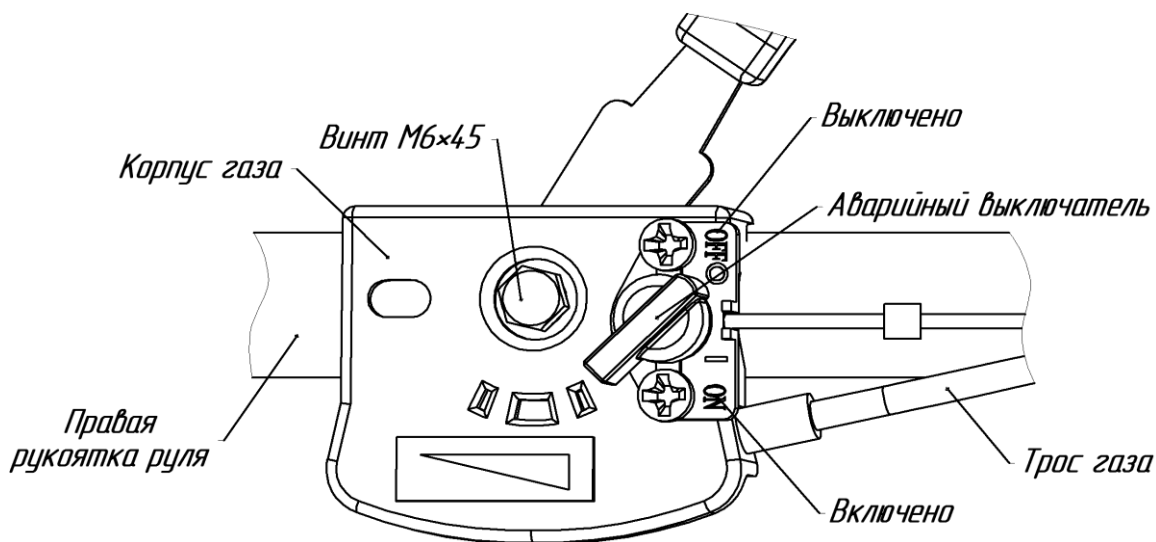

Рис.10 Механизм управления дроссельной заслонкой (газом) двигателя.
- установить ручку газа на рукоятке руля в положение "O" ("СТОП") (рис.8) или аварийный выключатель в положение "OFF" (рис.10);